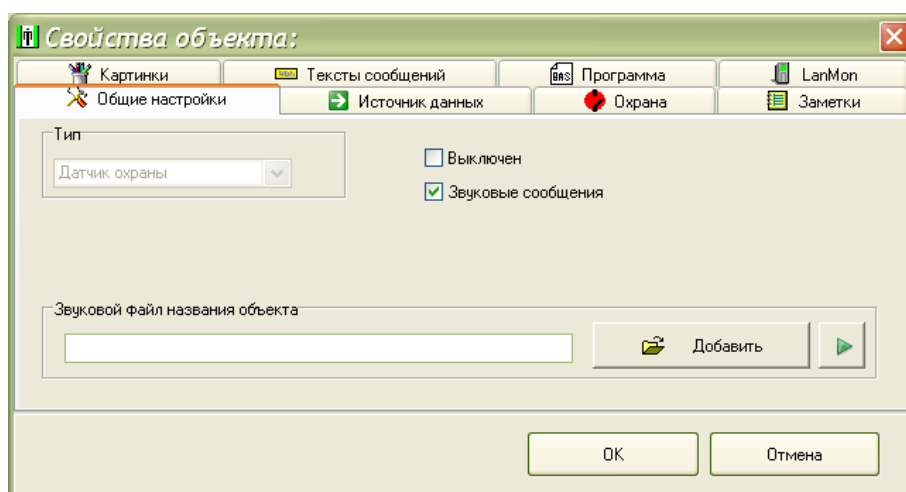

Рисунок 34
2) На вкладке «Общие настройки» установить галочку разрешения формирования звуковых сообщений. Снять галочку «Выключен» (рисунок 34).